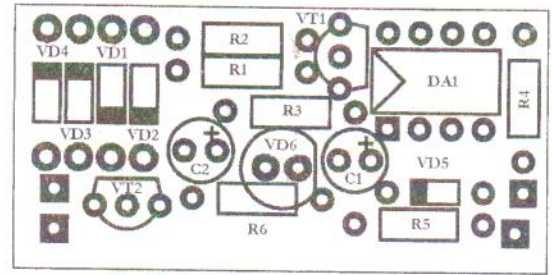

Рис.3 Расположение элементов на печатной плате
- установите и распаяйте на печатной плате элементы схемы в соответствии с монтажной схемой (рис.3);